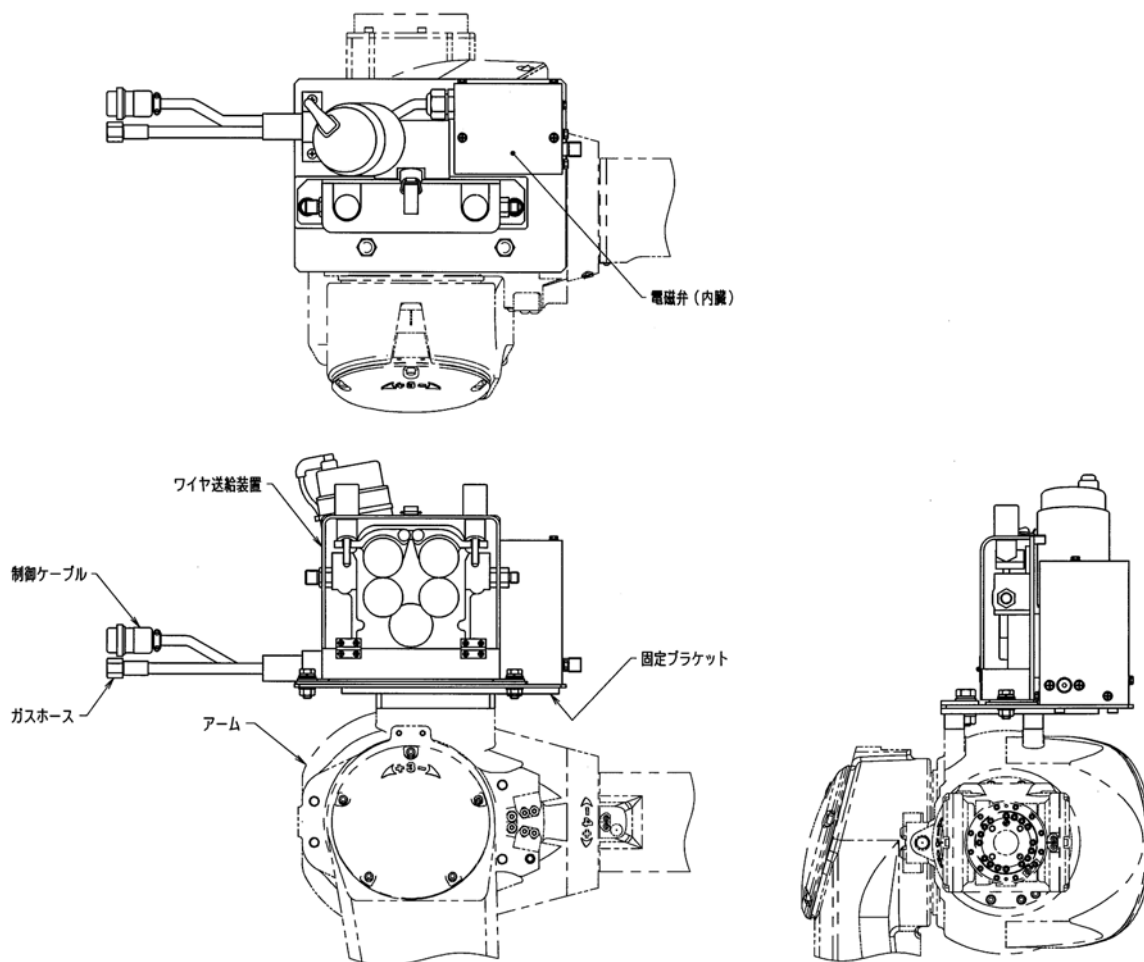

図 1.3 制御ケーブルコネクタの接続(手順 3)
3. 図 1.3 を参考にワイヤ送給装置の制御ケーブル(モータ線、エンコーダ線、電圧検出線)コネクタを所定のコネクタと接続してください。